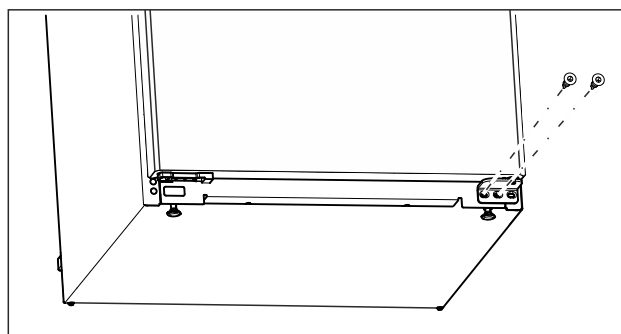

Fig. 6
- Kierrä alemmassa laakerijalustassa keskimäinen ruuvi ulos Torx 20 -ruuvimeisselillä. (katso Fig. 6)
- Kierrä alemmassa laakerijalustassa sisempi ruuvi ulos Torx 20 -ruuvimeisselillä. (katso Fig. 6)